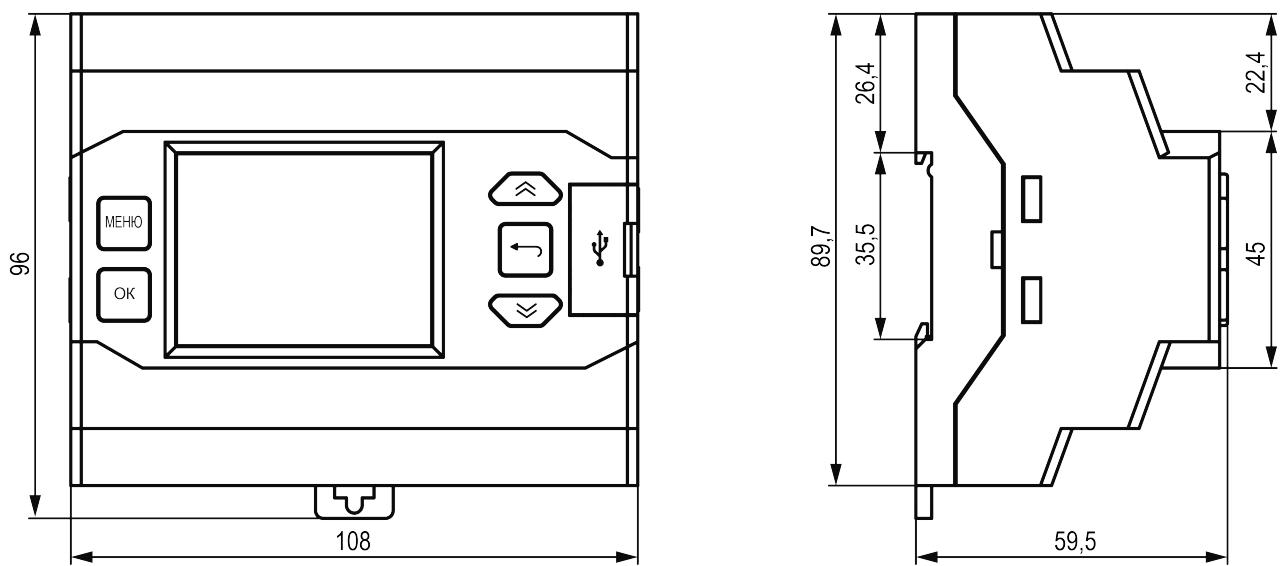

Рисунок 5.3 – Габаритные и присоединительные размеры САУ-У2-Д6
1. Подготовить место на DIN-рейке для установки прибора (см. рисунок 5.3).